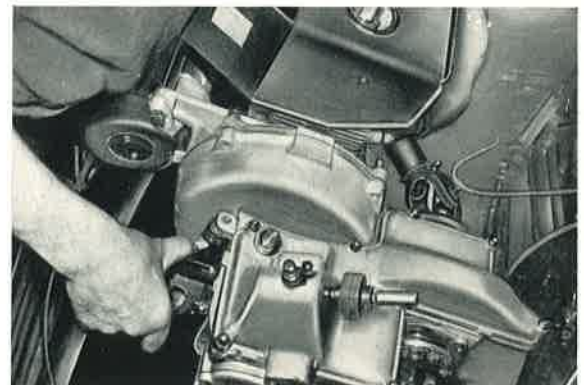

Bild 133: In gleicher Weise wird der Motor dann rechts angekippt, wodurch die kurze Gelenkwelle frei wird.
- b) Aggregat rechts ankippen, damit kurze Gelenkwelle herausrutscht (Bild 133).